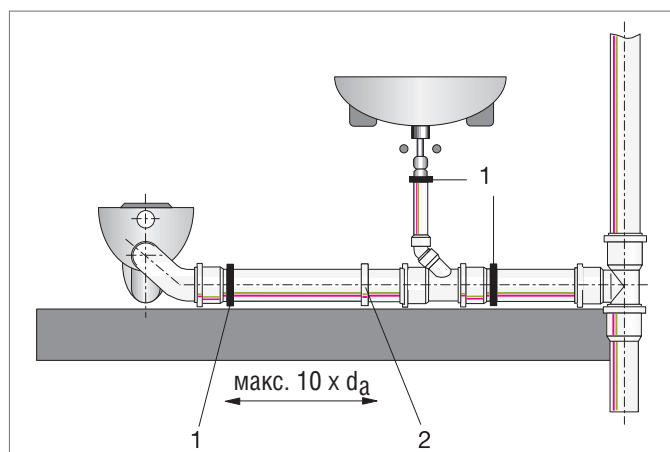

Рис. 7-5 Схема монтажа горизонтального трубопровода
Схема рационального крепления горизонтального трубопровода из шумопоглощающих труб RAUPIANO PLUS представлена на рисунке (см. рис. 7-5).
- расстояние между неподвижной опорой и скользящим хомутом не должно превышать десятикратного диаметра трубы  $d_a$  (см. рис. 7-5): Расстояние  $< 10 \times d_a$ .